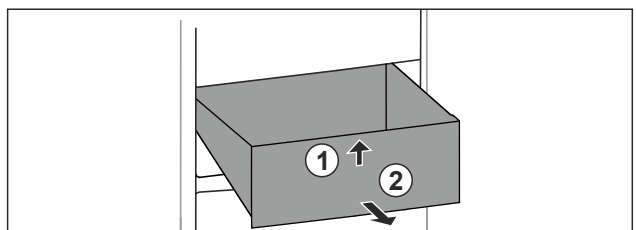

Fig. 86
- ▶ Sollevare il cassetto dal davanti. Fig. 86 (1)
- ▶ Rimuovere il cassetto tirandolo in avanti. Fig. 86 (2)